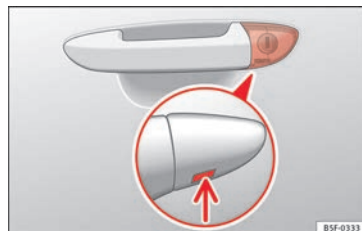

Fig. 4 Maniglia della porta del conducente: serratura di chiusura non visibile.
- Introdurre l'ingegno nell'apertura inferiore del coperchio posto sulla maniglia della porta del conducente » **fig. 4** (freccia) e sollevare il coperchio dal basso verso l'alto.